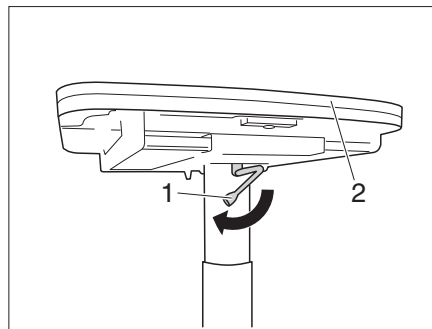

Fig. 101 Bajar la mesa
- Girar la palanca de bloqueo (Fig. 101,1) hacia la izquierda. El bloqueo está abierto.
- Presionar el tablero de mesa (Fig. 101,2) del centro hacia abajo, y mantenerlo presionado.
- Girar la palanca de bloqueo (Fig. 101,2) hacia la derecha. La mesa elevadora está bloqueada.